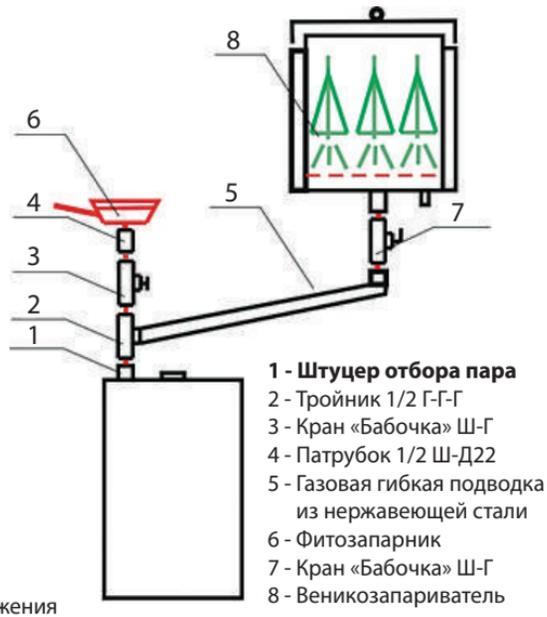

Рис. 5 Схема отбора насыщенного пара от ЭГПП
2.2.5 В качестве опции к Устройству возможно подключение Фитозапарника и (или) Веникозапарника в соответствии со схемой подключения рис. 5. К штуцеру отбора пара (поз. 1, рис. 5). через кран (поз. 3, рис. 5). подключается Фитозапарник (поз. 6, рис. 5), или, посредством гофрированной трубы из нержавеющей стали (поз. 5, рис. 5), Веникозапарник (поз. 8, рис. 5). При одновременном использовании Фитозапарника и Веникозапарника используется тройник (поз. 2, рис. 5)
2.3.2.4 Дальнейшее управление Устройством осуществляется в автоматическом режиме в соответствии с Руководством по эксплуатации пульта управления. При использовании АЭГПП в качестве дополнительного источника пара включить на индивидуальном ПУ все три клавиши режимов работы парогенератора. Наличие трёх клавиш на ПУ позволяет в процессе работы управлять интенсивностью парообразования по желанию пользователя. При необходимости отбора насыщенного пара для подключения Фитозапарника и Веникозапарника или просто дополнительного увлажнения воздуха, рекомендуется подключение этих устройств выполнить в соответствии со схемой (см. рис. 5).